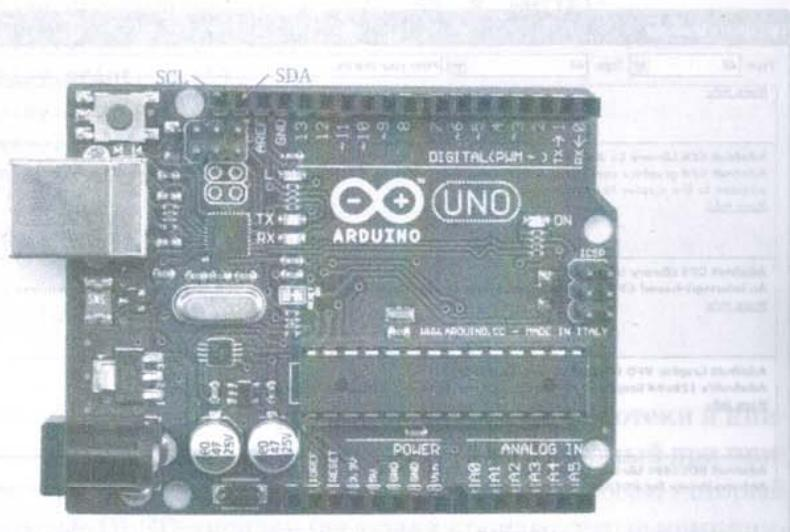

Рис. 9.5. Контакты SCL и SDA на плате Arduino Uno
- контакт SCL дисплея соединить с контактом SCL на плате Arduino. Этот контакт на плате Arduino Uno не подписан, но вы найдете его, руководствуясь рис. 9.5;
- контакт SDA дисплея соединить с контактом SDA на плате Arduino Arduino (также руководствуйтесь рис. 9.5).